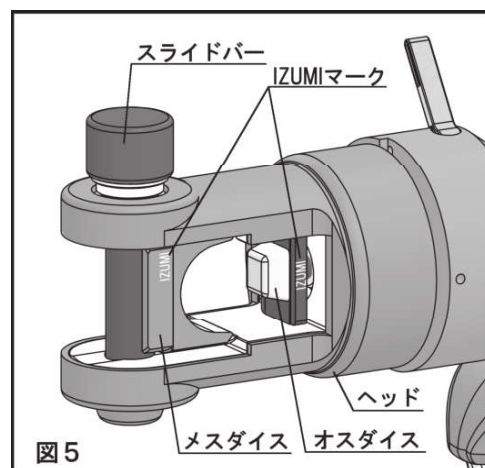

図 5
- 2 スライドバーのロックを解除して引き抜き、**IZUMI** マークが見えるようにオスダイスはピストン、メスダイスはヘッドに確実に取り付けてください。（図 5）